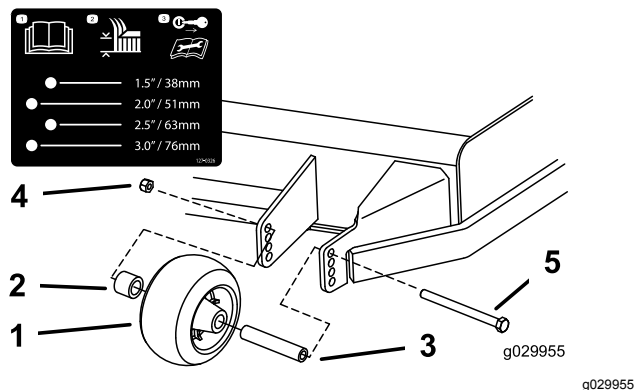
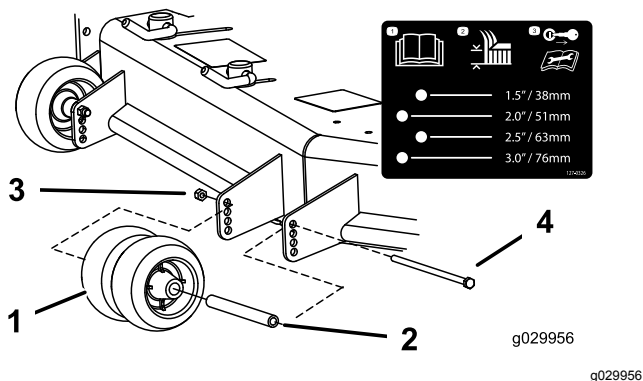
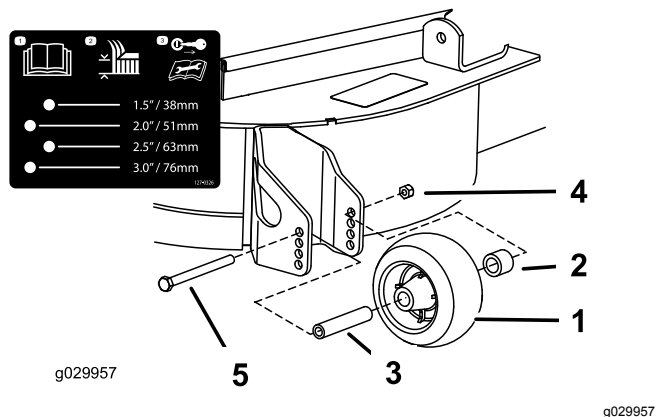

Figura 32
Figura 33
Figura 34
- Regolate i rulli antistrappo come illustrato in Figura 32, Figura 33 e Figura 34.